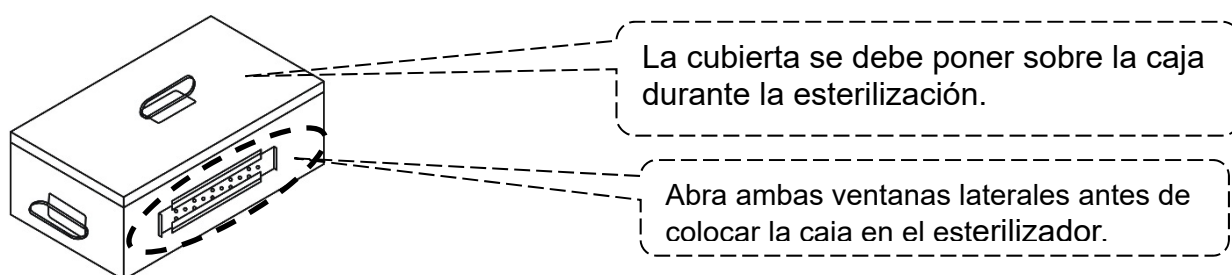

Figura 14
- D. Coloque los artículos que se van a esterilizar y las tiras indicadoras de esterilización en la canastilla según lo requerido. Recuerde abrir ambos lados de la ventana antes de colocar la caja en el esterilizador según se muestra en la Figura 14.